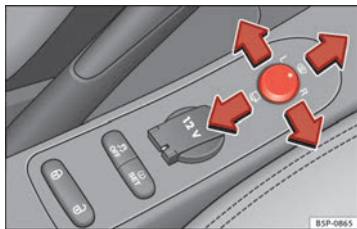

Abb. 84 Drehknopf für die Außenspiegel.
- Drehen Sie den Drehknopf \Rightarrow Abb. 84 zunächst in Stellung L (**linker Außenspiegel**).
- Drehen Sie den Drehknopf nach vorne \Rightarrow Abb. 84 damit die Heizung der Außenspiegel und die Funktion der beheizbaren Windschutzscheibe* im Bereich der Ruhestellung der Wischerblätter eingeschaltet wird \Rightarrow Seite 113.
- Drehen Sie den Drehknopf \Rightarrow Abb. 84 in Stellung \square , um die Außenspiegel anzuklappen. Sie sollten die Außenspiegel immer anklappen, wenn Sie eine automatische Waschanlage durchfahren, um Beschädigungen zu vermeiden.